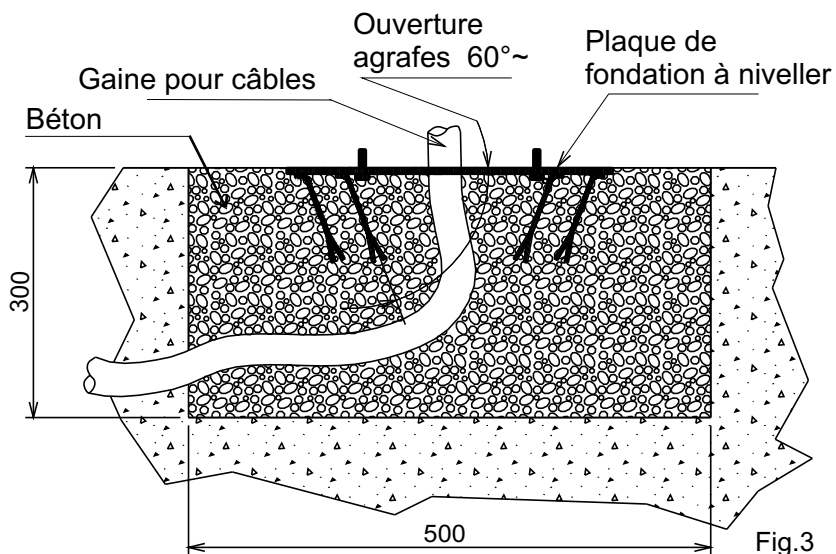

Fig.3
- Elargir les agrafes de la plaque de fondation de 60° (Fig. 3)
- Remplir la tranchée avec béton R425 et positionner la plaque de fondation comme dans Fig. 3.